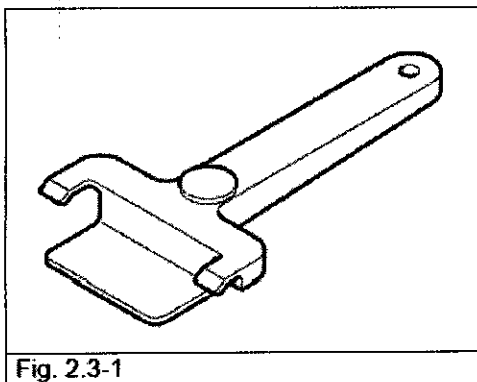

Fig. 2.3-1
- Herramienta extractora (Fig. 2.3-1). Para evitar posibles quemaduras durante la extracción de las bandejas que contienen los instrumentos esterilizados, utilizar la herramienta específica y evitar tocar las partes interiores del aparato